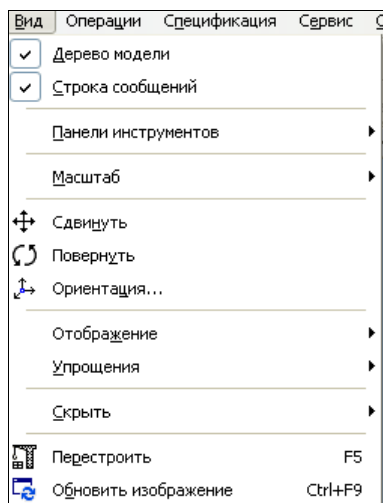

Рис. 16.2. Выпадающее меню пункта **Вид**
- ◆ **Вид** — содержит список панелей инструментов системы, команды изменения изображения, а также команды временного скрытия вспомогательных элементов: начала координат, конструктивных плоскостей, конструктивных осей, эскизов, поверхностей и т. д. (рис. 16.2);